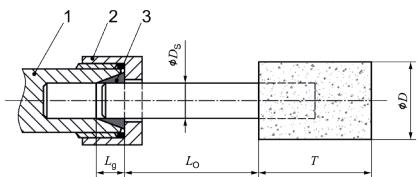

Bild 1 - Einspannlänge von Spannfutter und Spannzange
- Achten Sie darauf, dass zu beachten ist, dass die zulässige Drehzahl bei Kleinschleifkörpern aufgrund der Erhöhung der Länge des Schaftes zwischen dem Spannzangenende und dem Kleinschleifkörper herabgesetzt werden muss (Überhang). Das Einhalten der minimalen Einspannlänge von 10 mm ist sicherzustellen. (Siehe Bild 1 und die Empfehlungen des Herstellers von Kleinschleifkörpern).